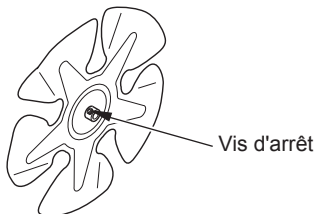

Figure 10 - Emplacement de la vis d'arrêt
3. Utilisez une clef hexagonale pour desserrer la vis d'arrêt qui retient le ventilateur à l'arbre moteur (voir figure 10, page 51). Retirez le ventilateur. Prenez garde de ne pas endommager le pas des pales du ventilateur.
- Utilisez une clef hexagonale pour desserrer la vis d'arrêt qui retient le ventilateur à l'arbre moteur (voir figure 10).